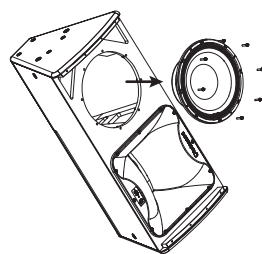

Fig. 2
3. Quite y desconecte el controlador de graves (fig. 2) para acceder a la abrazadera de retención del controlador de compresión, tomando nota de la polaridad del controlador de graves para una reconexión posterior.